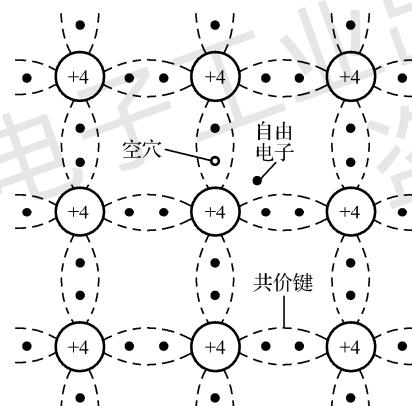

图 1-1 本征半导体的共价键结构
(1) 本征半导体是晶体结构。本征半导体是指通过复杂的工艺和技术将纯净的半导体制成单晶体。晶体中的原子在空间形成排列整齐的点阵，称为晶格。由于相邻原子间的距离很小，因此，相邻两个原子的一对最外层电子(即价电子)不但各自围绕自身所属的原子核运动，而且出现在相邻原子所属的轨道上，成为公用电子，这样的组合称为共价键结构，如图1-1所示。图中标有“+4”的圆圈表示除价电子外的正离子。
(2) 本征半导体中有两种载流子。晶体中的共价键具有很强的结合力，在常温下，本征半导体中有极少数的价电子由于热运动(热激发)获得足够的能量，从而挣脱共价键的束缚变成自由电子。与此同时，失去价电子的硅或锗原子在该共价键上留下一个空位，这个空位称为空穴。原子因失掉一个价电子而带正电(或者说空穴带正电)。由于本征硅(或锗)每产生一个自由电子必然会有一个人空穴出现，即电子与空穴成对出现，所以称为电子空穴对，如图1-1所示。